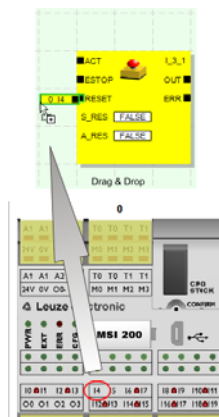

Figura 5-8 Inserimento di un segnale nell'editore di interconnessione
6. Trascinare i segnali di ingresso o di uscita necessari del nuovo modulo inserito tramite Drag & Drop nell'editore di interconnessione e collegarli (vedere Figura 5-8 a pagina 5-15).
2. Trascinare il segnale di ingresso o di uscita (doppio) desiderato dall'editore hardware nell'editore di interconnessione (vedere Figura 5-8 a pagina 5-15).